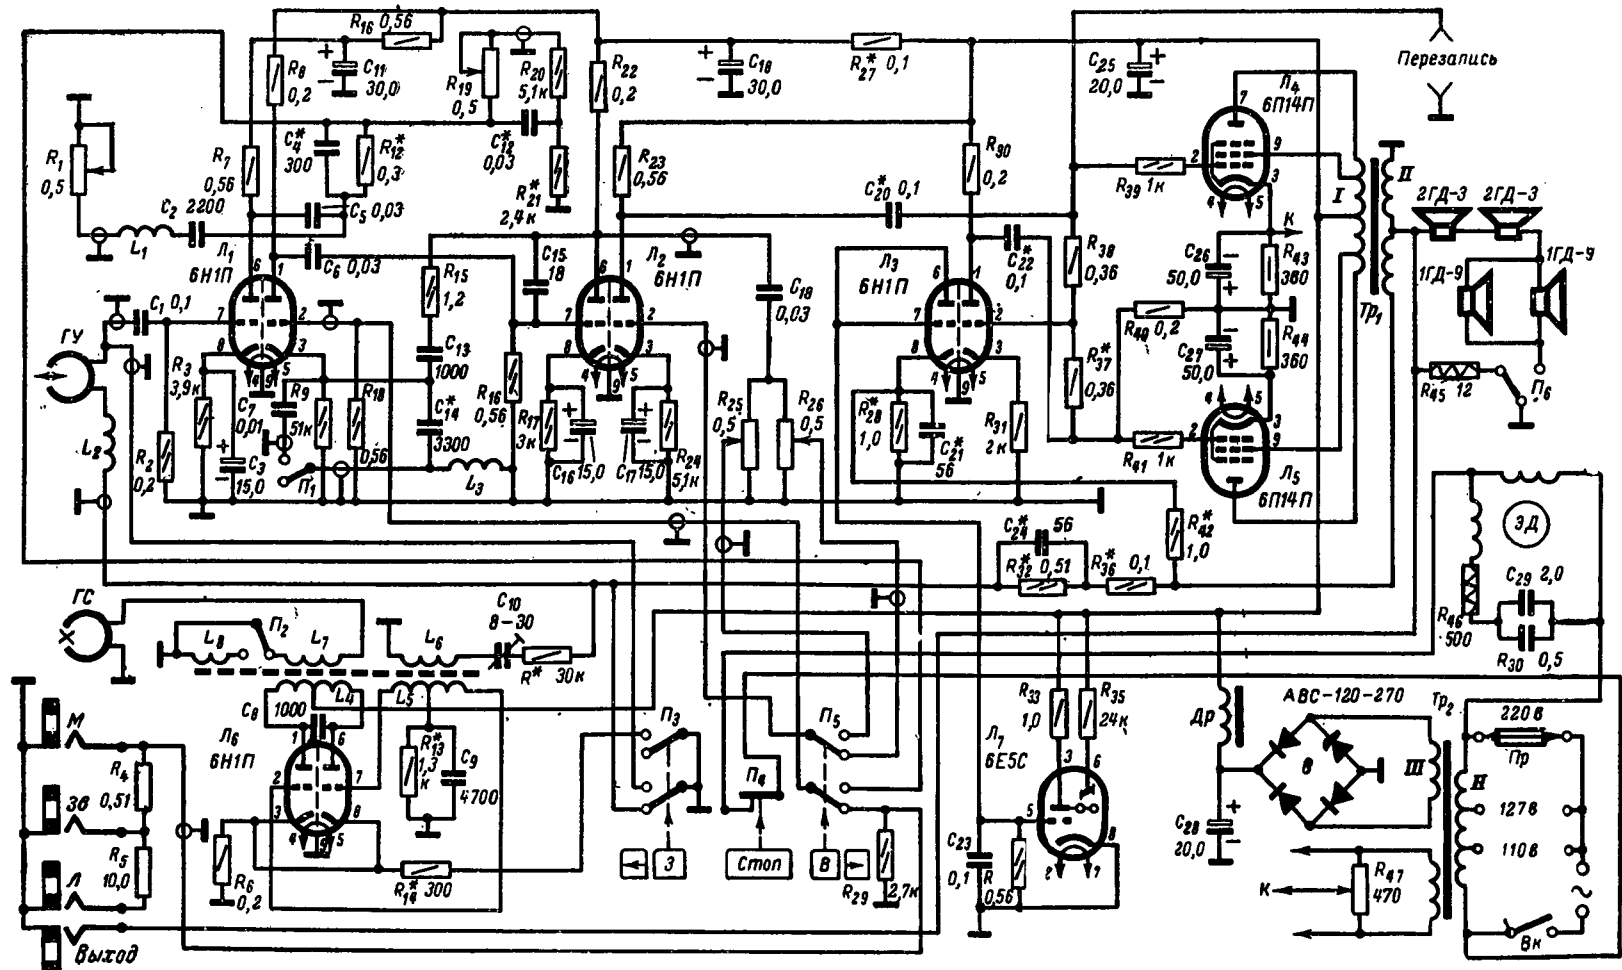

Рис. 17 Принципиальная электрическая схема магнитофона «Днепр-11».
**Усилитель, генератор и выпрямитель.** В магнитофоне применен универсальный усилитель. Принципиальная электрическая схема магнитофона приведена на рис. 17.